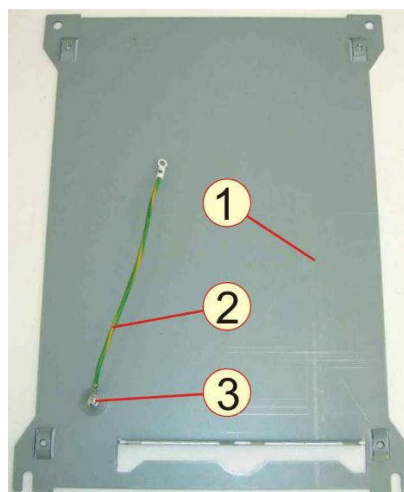

Рис.7.27
**7.16.1** Взять опорную панель 1, установить на рабочий стол, закрепить наконечник (без маркировки) заземляющего провода 2 винтом 3 (рис.7.27), если провод был снят.